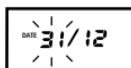

Afb. 1
- Open het batterijklepje aan de onderkant van het apparaat (zie afb. 1). Plaats de batterijen (zie hoofdstuk 13 „Technische gegevens“). Let bij het plaatsen op de juiste polariteit („+“ en „-“). Sluit het batterijklepje weer. Het apparaat schakelt automatisch naar de functie Datum / Tijd; wanneer het apparaat voor het eerst wordt ingeschakeld, wordt de dag met het getal „31“ weergegeven en de maand met het getal „12“. De ingestelde datum is dus 31 december. Stel nu de datum en tijd in, zoals hieronder wordt beschreven.